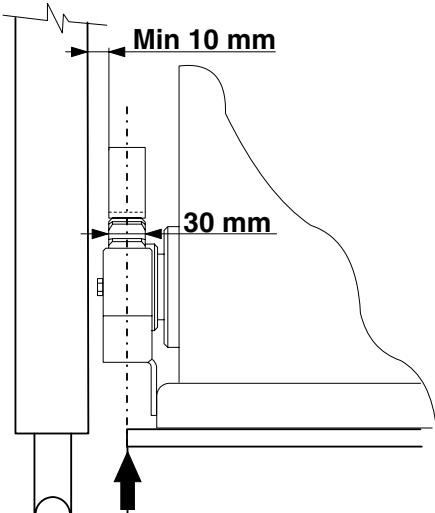
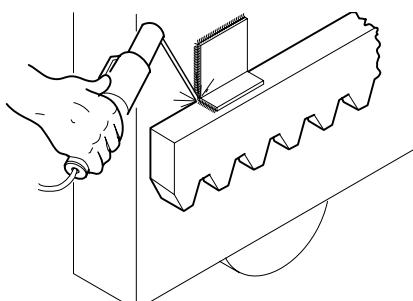

Fig. 5
Fig. 10
Pour les cotes de positionnement, voir fig. 5.
- Ajuster la hauteur des pieds en maintenant soulevé le motoréducteur de la plaque de 1 cm et à une distance du portail comme indiqué fig. 5 et 9.
**Important:** Pour la fixation de la crémaillère sur le portail, il faut utiliser des supports adaptés au type de portail à motoriser. La fig. 10 montre un exemple de fixation par équerre support. Pour leur positionnement, voir fig. 5 et 9.